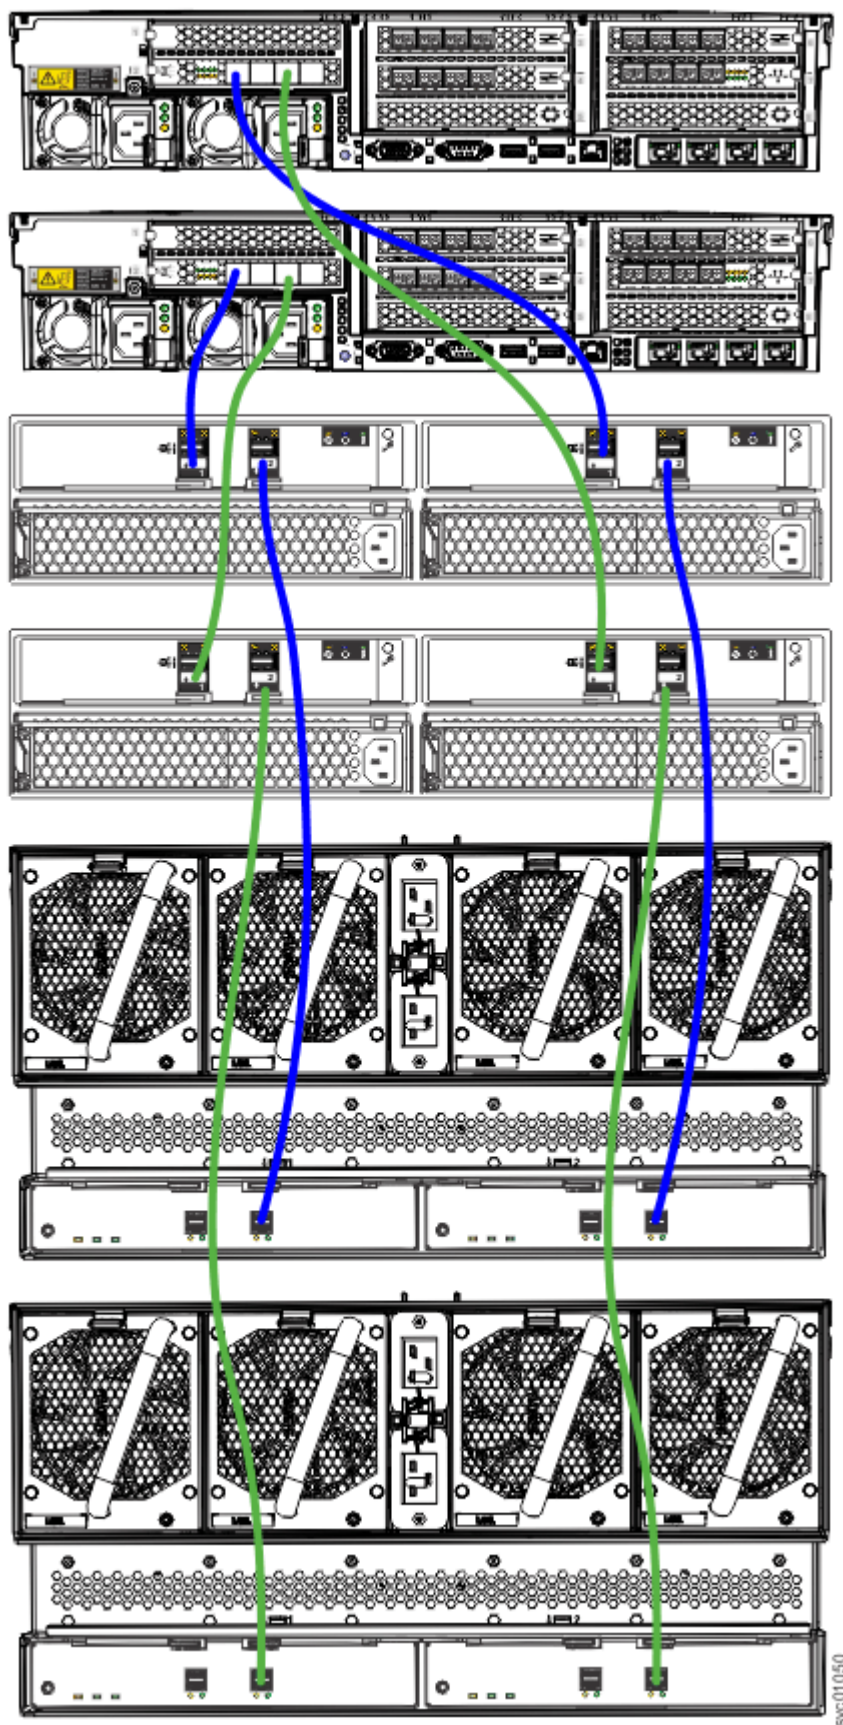

Abbildung 136. Anschluss der SAS-Kabel
1. Schließen Sie die Kabel wie in Abbildung 136 auf Seite 124 gezeigt an.
Anmerkung: Abbildung 136 auf Seite 124 soll die Kabelverbindungen zwischen den SAS-Gehäusen und jedem Knotengehäuse zeigen. Sie stellt nicht die genaue Reihenfolge der Gehäuse in einem Rack dar. Aufgrund der Größe und des Gewichts müssen Sie das 5U-Erweiterungsgehäuse jedoch immer so nahe wie möglich am Rackboden installieren.
Wie in Abbildung 136 auf Seite 124 gezeigt, können Sie 2U-Erweiterungsgehäuse (12 und 24 Laufwerke) und 5U-Erweiterungsgehäuse in einer SAS-Kette kombinieren. Dabei stellt die *Kettengewichtung* der verschiedenen kombinierten Komponenten den begrenzenden Faktor dar. An den SAS-Port eines Knotens können Komponenten mit einer maximalen SAS-Kettengewichtung von 10 angeschlossen werden.